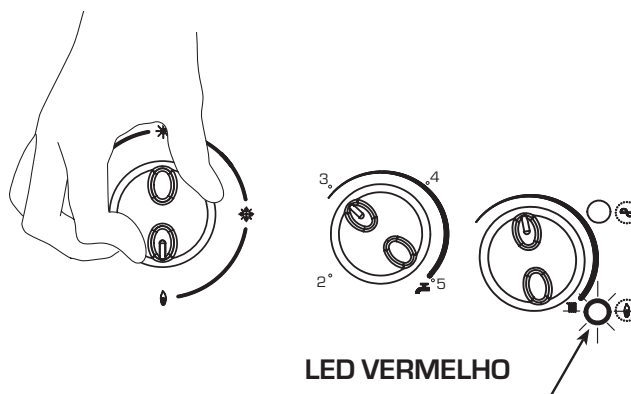

Fig. 27
- Bloqueio do acendimento/intervenção do termostato de segurança (fig. 27)
- Restabelecimento da pressão no equipamento de aquecimento (fig. 27/a)